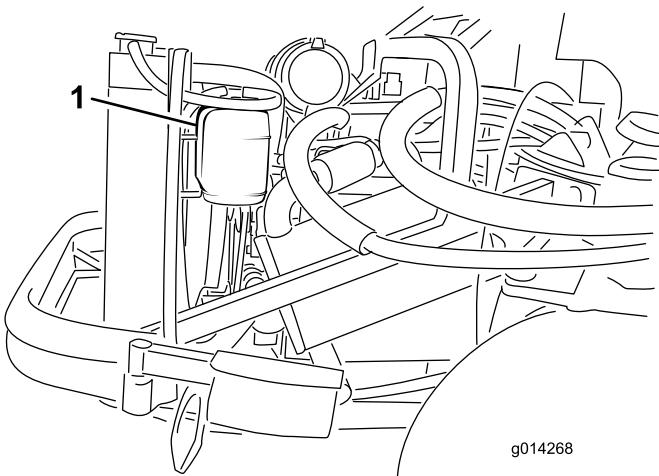

図 33
1. 液量の点検は補助タンクで行う(図33)。タンク側面についている2本のマークの間にあれば適正である。